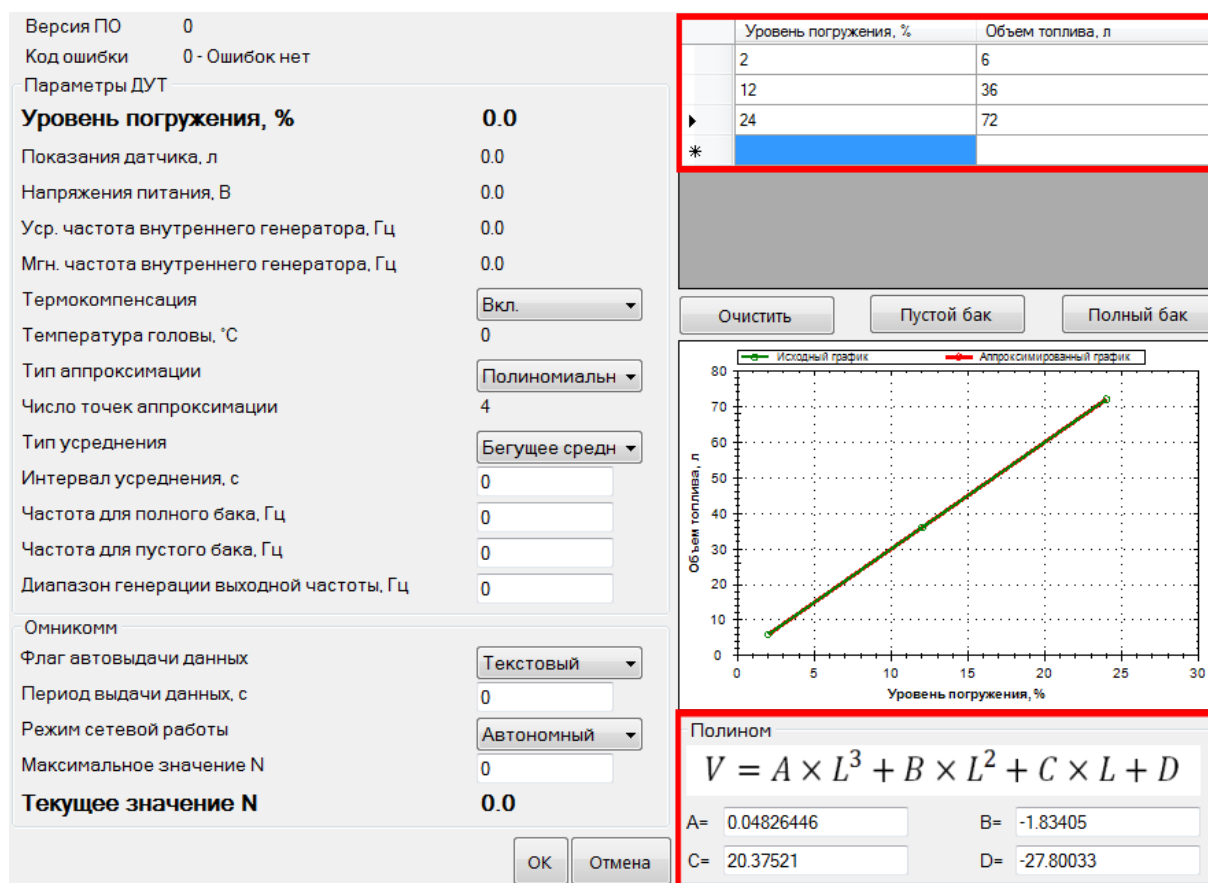

Рисунок 27 – Полиномиальная аппроксимация
- Для полиномиального типа аппроксимации (рис. 27) в тарифовочную таблицу также необходимо ввести в качестве исходных данных строки: уровень погружения в % и соответствующее ему значение объема топлива в литрах. Коэффициенты полинома А,В,С,Д будут автоматически рассчитаны и появятся в поле «Полином».